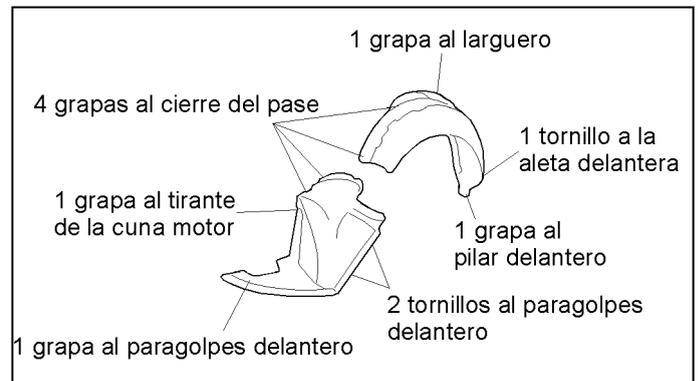

Figura 21.- Unión del guardabarros delantero
- Guardabarros izquierdo del paragolpes delantero (figura 21).
- Guardabarros derecho del paragolpes delantero (figura 21).
En la figura 21 se muestra la unión del guardabarros delantero con el resto de la carrocería.
- Guardabarros izquierdo de la aleta delantera (figura 21).
- Guardabarros derecho de paragolpes delantero (figura 21).
- Guardabarros derecho de aleta delantera (figura 21).
- Guardabarros izquierdo y derecho del paragolpes delantero (figura 21).
- Guardabarros del paragolpes delantero del lado correspondiente (figura 21).
- Guardabarros de la aleta delantera del lado correspondiente (figura 21).